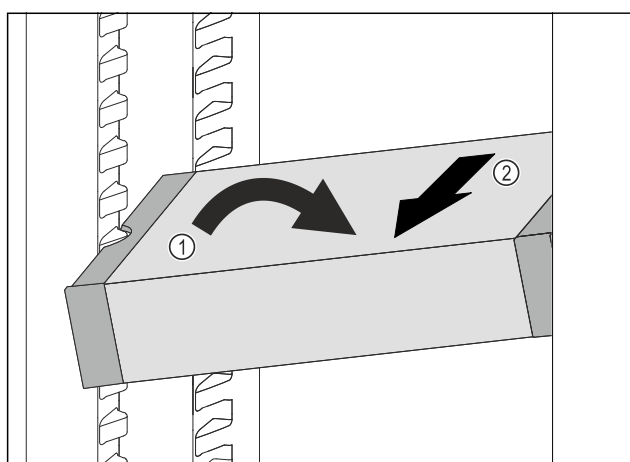

Fig. 103
- VarioSafe postavte v chladničce šikmo. Fig. 103 (1)
- VarioSafe odeberte směrem dopředu. Fig. 103 (2)